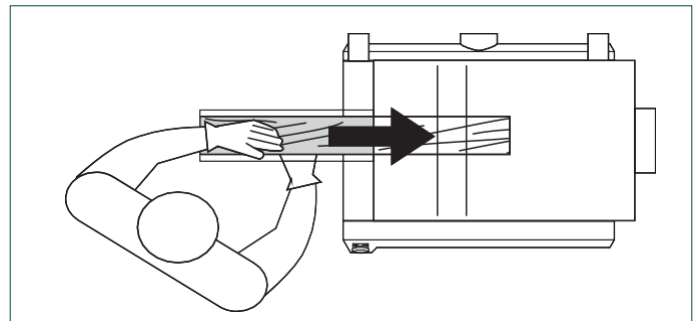

FIG. 7
1. Para alimentar la pieza de trabajo en la máquina, asuma la posición de funcionamiento adecuada, FIG. 7. Desfase de pie a un lado de la abertura de alimentación para evitar cualquier contragolpe, en caso de que ocurra. No empuje la madera una vez que el rodillo de alimentación se haya activado. Deje que el rodillo de alimentación mida la pieza de trabajo en la cepilladora a su propio ritmo.